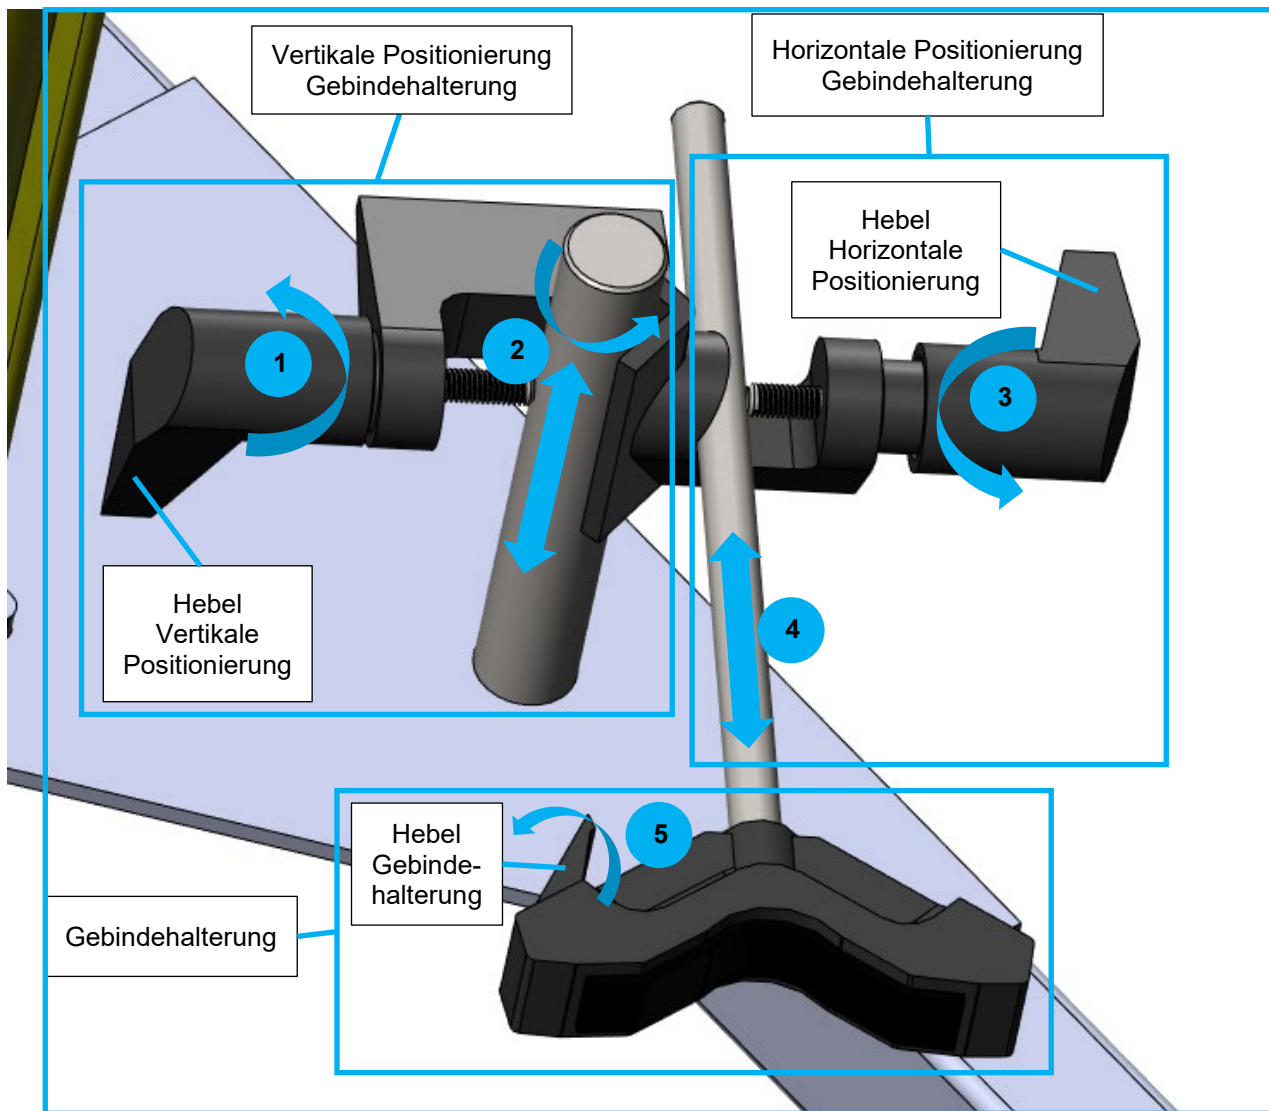

Abbildung 8: Spannhalter für Kleingebinde in der Draufsicht
Der Spannhalter für Kleingebinde besitzt zwei Verstellmöglichkeiten, eine um seine vertikale und eine um seine horizontale Position anzupassen (Abbildung 8):
2. Zum Öffnen der vertikalen Positionierung der Gebindehalterung drehen Sie den Hebel für die vertikale Positionierung in Pfeilrichtung („1“ in Abbildung 8).
- a. Nun ist es möglich, den gesamten Befestigungsmechanismus vertikal zu verfahren („2“ in Abbildung 8) und zusätzlich den horizontalen Winkel („2“ in Abbildung 8) der Gebindehalterung einzustellen.
- b. Positionieren Sie den Mechanismus so, dass sich die Gebindehalterung (Abbildung 8) in vertikaler Richtung so nah wie möglich am oberen Rand des Rührbehälters befindet.
- c. Sobald Sie die gewünschte vertikale Position erreicht haben, drehen Sie den Hebel für die vertikale Positionierung entgegen der Pfeilrichtung („1“ in Abbildung 8) und stellen Sie sicher, dass der Hebel wieder fest verschlossen ist.
3. Als nächstes öffnen Sie den Hebel für die horizontale Positionierung in Pfeilrichtung („3“ in Abbildung 8).
- a. Verfahren Sie die Gebindehalterung so weit in horizontaler Richtung („4“ in Abbildung 8), bis sie am Rührbehälter anliegt.
- b. Anschließend drehen Sie den Hebel für die horizontale Positionierung entgegen der Pfeilrichtung („3“ in Abbildung 8) wieder zu.
4. Als letztes öffnen Sie den Hebel der Gebindehalterung in Pfeilrichtung („5“ in Abbildung 8), führen das Gummiband der Gebindehalterung (hier nicht abgebildet) einmal um den Rührbehälter herum und fädeln es in diesem Hebel ein.
5. Ziehen Sie nun das Gummiband fest um den Rührbehälter und schließen Sie den Hebel der Gebindehalterung entgegen der Pfeilrichtung wieder („5“ in Abbildung 8).